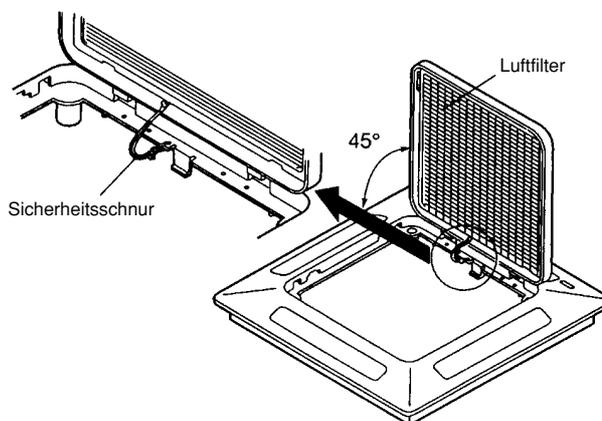

Abb. 3-14
- (c) Bei offenem Gitter 45 C°, die Sicherheitsschnur Entfernen (die an der Gitterseite befestigt ist Abb. 3-14).